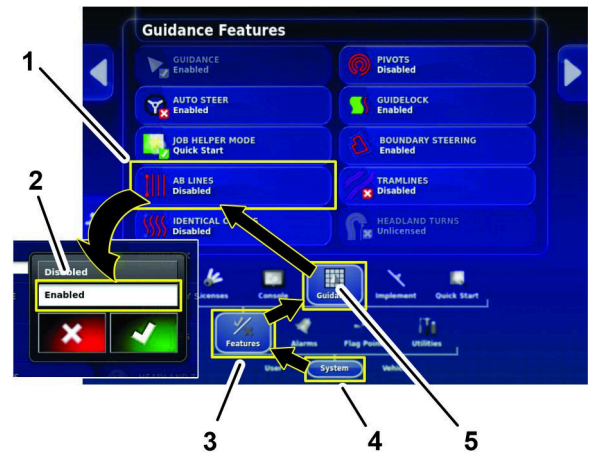

Figure 157
2. Appuyez sur l'icône LIGNES AB (Figure 157).
3. Dans la boîte de dialogue, appuyez sur l'icône ACTIVATION puis sur l'icône de confirmation (Figure 157).
1. Appuyez sur l'icône SYSTÈME, l'icône CARACTÉRISTIQUES, et l'icône GUIDAGE (Figure 157).